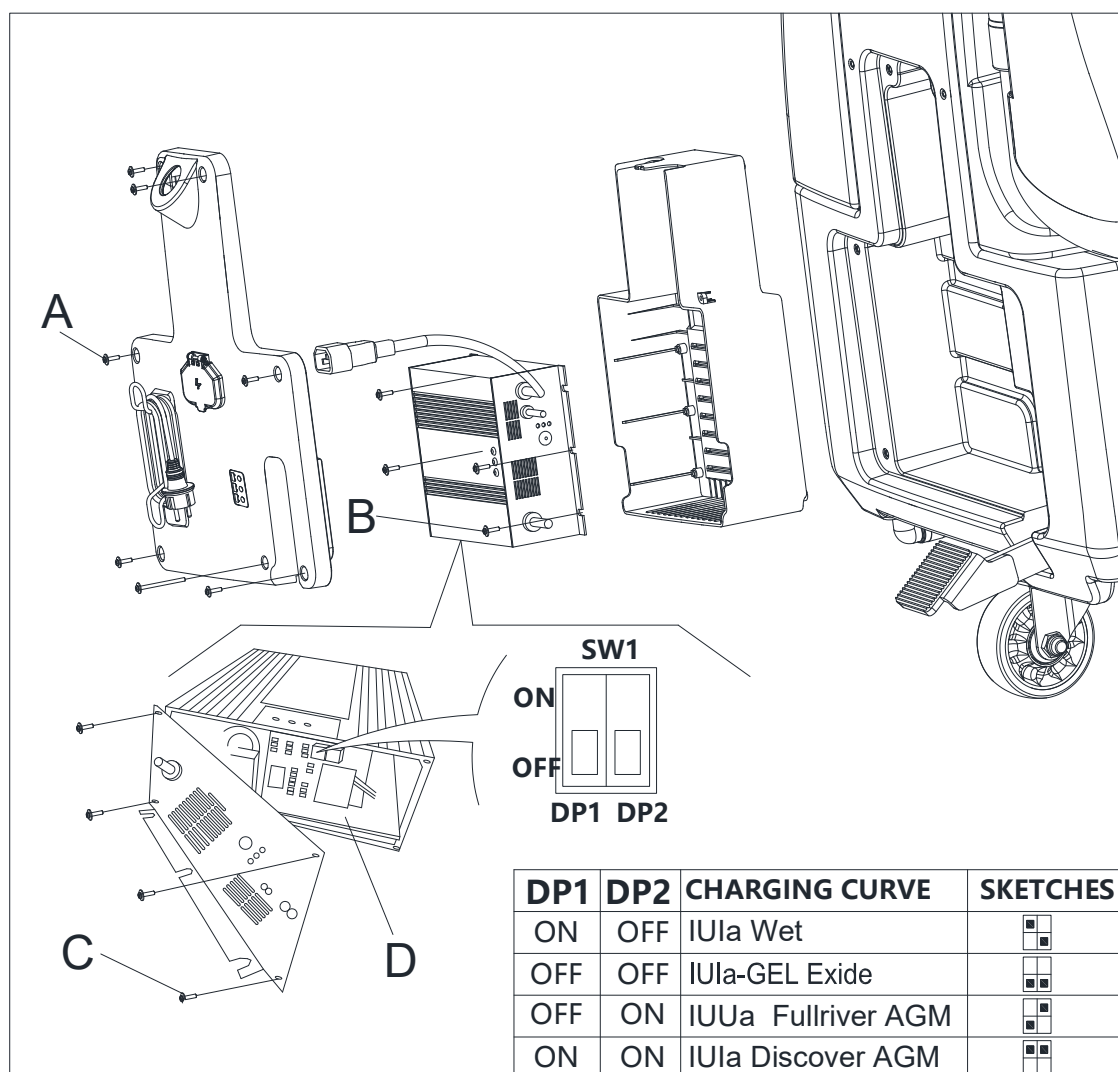

Figura 4.1
11. Scoateți șuruburile (A, B, C, Figura 4.1).
12. Deschideți încărcătorul și găsiți sw1 (D, Figura 4.1).
13. Setează comutatoarele așa cum se prezintă în tabelul din Figura 4.1.
14. Instalați șuruburile (A, B, C, Figura 4.1) după finalizarea setării.